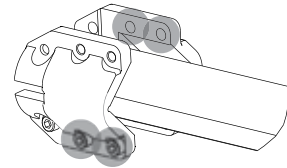

Рис. 40. Затяните остальные винты
6. Затяните остальные винты по схеме «крест-накрест» с тем же моментом затяжки. См. рис. 40.
15. Затяните остальные винты по схеме «крест-накрест» (см. рис. 40) с тем же моментом затяжки.